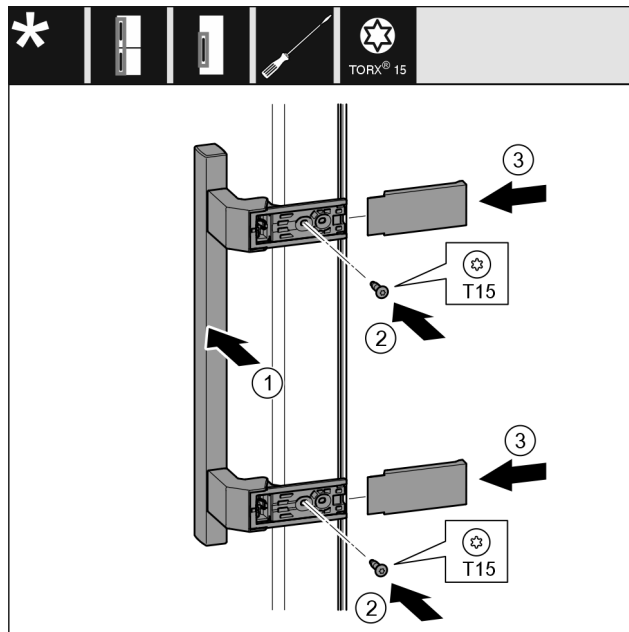

Fig. 47
- Applicare la maniglia Fig. 47 (1) sul lato opposto.
- Stringere le viti Fig. 47 (2) con un cacciavite.
- Applicare le coperture Fig. 47 (3) lateralmente e spingerle in sede.